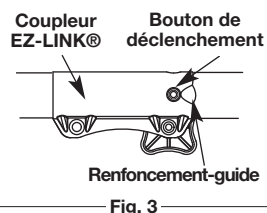

Fig. 3
2. Appuyez sur le bouton de déclenchement et maintenez-le enfoncé (Fig. 3).
REMARQUE : Aligner le bouton de déclenchement avec le renforcement-guide facilitera l'installation (Fig. 3).